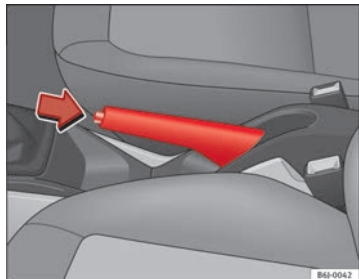

Fig. 111 Freno de mano entre los asientos delanteros
- Tire con fuerza de la palanca del freno de mano hacia arriba ⇒ **fig. 111**.
- Tire ligeramente de la palanca hacia arriba, presione el botón de desbloqueo en la dirección de la flecha ⇒ **fig. 111** y baje completamente la palanca ⇒ **Δ**.